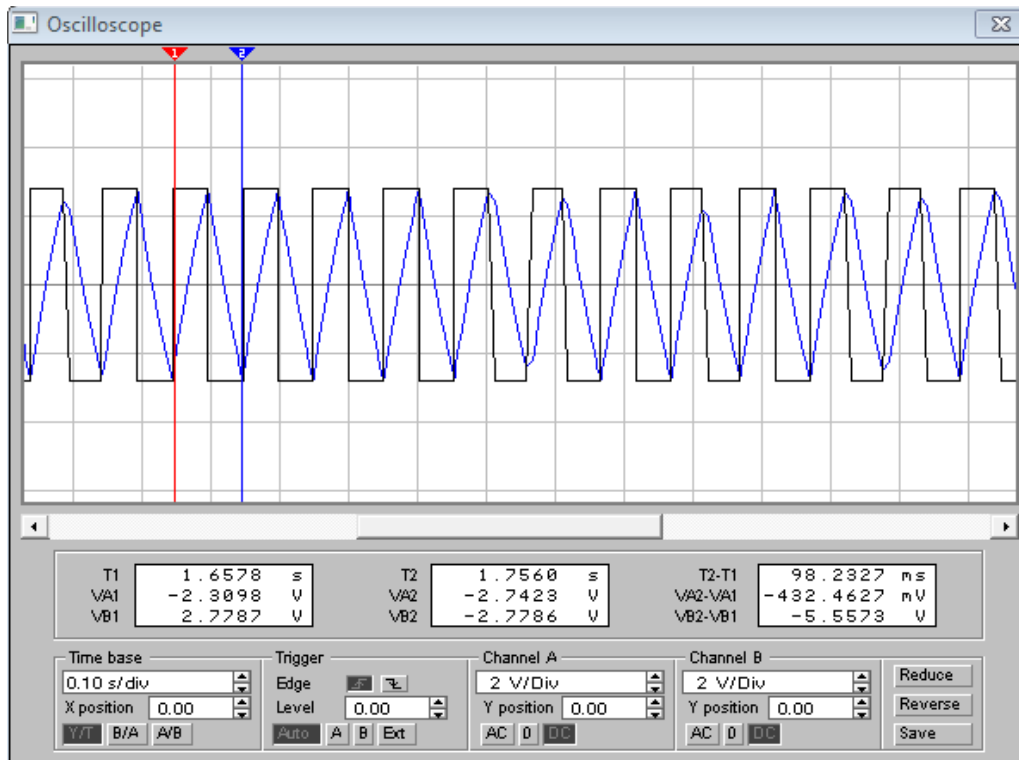

Рисунок 8.11 - Осцилограми напруг мультивібратора
14. Замалювати осцилограми напруг на вході і виході операційного підсилювача (рис. 8.11).